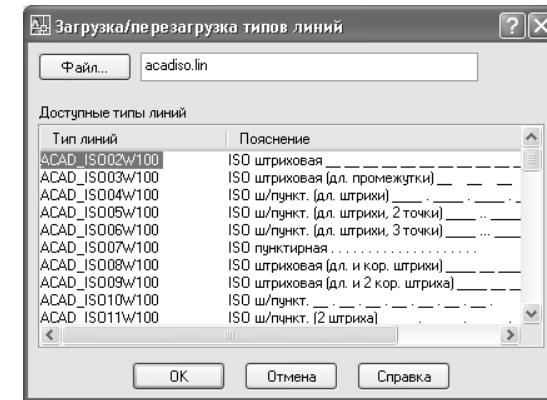

Рис. 6.9 ▼ Выбор типа линии в окне **Загрузка/перезагрузка типовой линии** (Load or Reload Linetypes)
3. Щелкните на кнопке **Загрузить** (Load), которая находится в нижней части окна **Выбор типа линий** (Select Linetype). На экране появится диалоговое окно **Загрузка/перезагрузка типовой линии** (Load or Reload Linetypes), в списке **Доступные типы линий** (Available Linetypes) которого перечислены все типы линий, определенные в файле acadiso.lin (рис. 6.9).
4. Щелкните в этом списке на элементе **ACAD\_ISO02W100**, как показано на рис. 6.9, а затем щелкните на кнопке **ОК**.